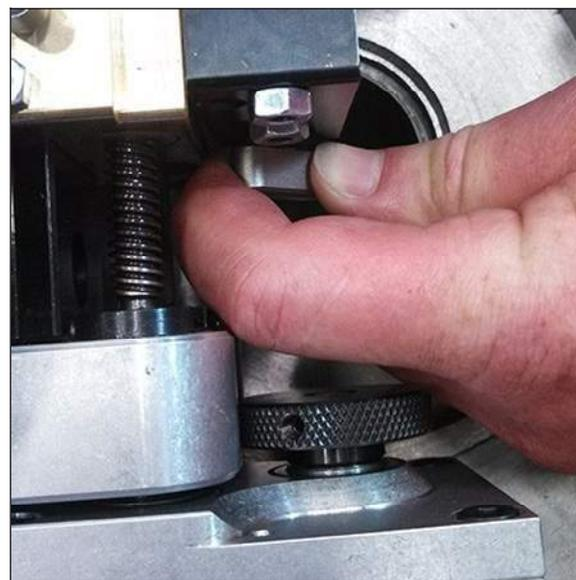

FIGURE 3-27. VIS DE BLOCAGE DU LARDON D'ENTRAÎNEMENT AXIAL (FF1200 ILLUSTRÉE)
5. Serrer la vis de blocage du lardon d'entraînement à la main (Figure 3-27).
17. Serrer le contre-écrou (voir Figure 3-27) sur les vis de réglage encaissées.